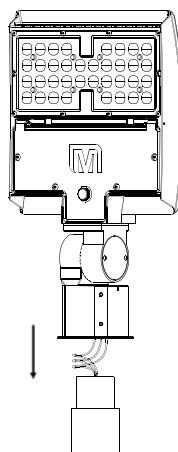

FIG. 1
1. Connectez les fils d'alimentation électrique aux fils d'entrée du luminaire (voir les Schémas de câblage ci-dessus). Posez les fils dans le poteau et insérez le raccord lisse (voir la **FIG. 1**).